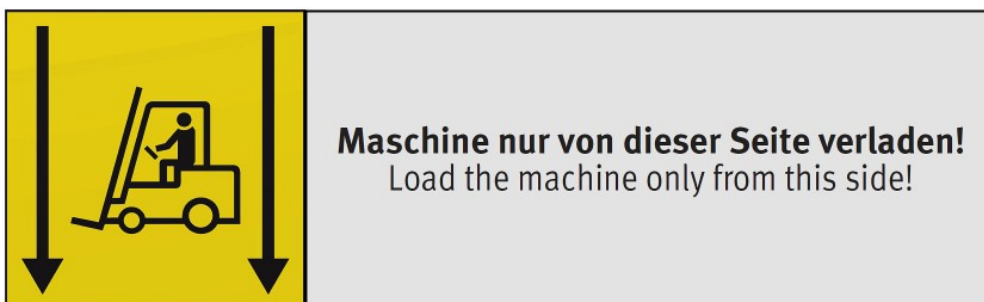

Abb.3-1: Transport mit einem Gabelstapler
- Maschine nur an der dafür vorgesehenen Seite anheben / verladen. Sicherheitsaufkleber (Abb.3-1) an der jeweiligen Maschinenseite beachten.